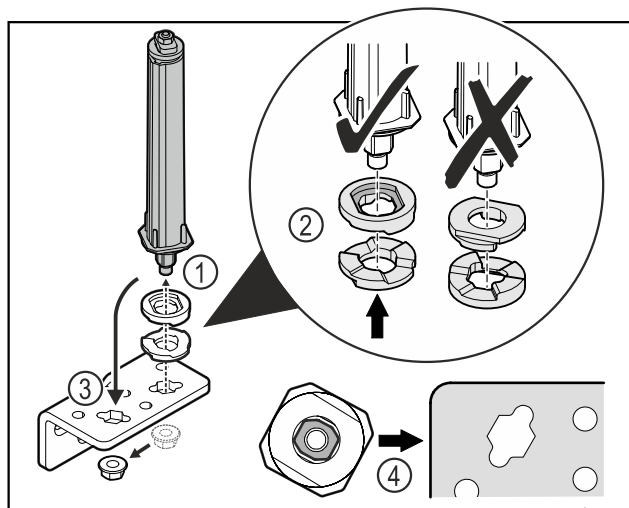

Fig. 37
- Отпустите гайку и демонтируйте систему закрытия двери Fig. 37 (1).
- Учитывайте правильность выравнивания шайб для регулировки высоты Fig. 37 (2).
- Переставьте систему закрытия двери в шарнирном уголке и зафиксируйте гайкой Fig. 37 (3).
- При установке учитывайте правильность выравнивания системы закрытия двери Fig. 37 (4).